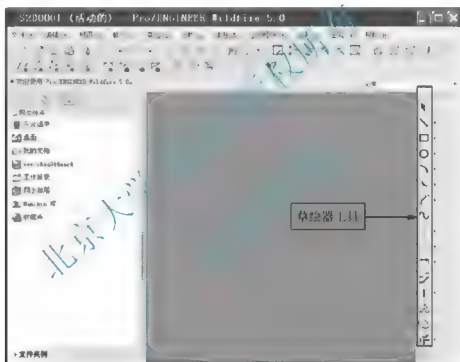

图 2.1 “草绘文件”草绘界面
(1) 建立草绘文件：在下拉菜单中选择【文件】→【新建】命令，在如图 1.4 所示的【新建】对话框的【类型】分组框中，选择【草绘】单选按钮。系统默认的文件名是 S2D0001，扩展名为 sec。在【名称】文件框中输入草图名称，单击【确定】按钮。系统进入如图 2.1 所示的“草绘文件”草绘界面。
**说明：**实际工作中，该方法主要用在草绘线条关系十分复杂，并且需要重复使用的情况下。使用此方法建立的草绘文件可以在零件建模的草图界面(图 2.1)中，通过选择下拉菜单中的【草绘】→【数据来自文件...】命令调用。